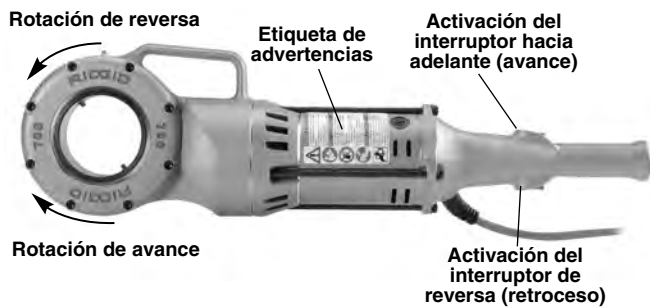
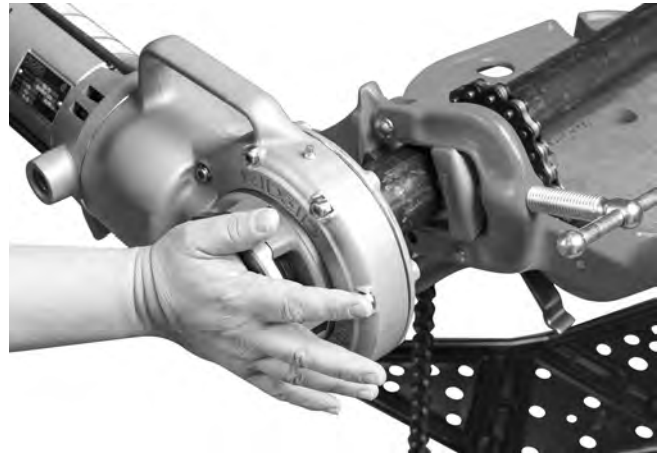

Figura 3 – Posición del interruptor para seleccionar el sentido de la rotación
Figura 8 – Inicio del roscado
- La etiqueta de advertencias está presente y legible (Figura 3).
- Oprima y suelte el interruptor para la rotación de avance (FORWARD) y oprima y suelte para la rotación de retroceso (REVERSE), como se muestra en la Figura 3. Confirme que el accionamiento motorizado gira como se muestra en la Figura 3 y que el interruptor controla el funcionamiento de la máquina.
4. Al mismo tiempo, active el botón interruptor (vea la Figura 3) y empuje contra la tapa del cabezal roscador con la palma de la mano contraria, para iniciar el roscado (Figura 8). No use guantes ni joyas, y no use un paño mientras presiona la tapa del cabezal. Esto aumenta el riesgo de enmarañarse y sufrir una lesión. Una vez que las terrajas hagan contacto con el tubo, se van cortando las roscas a medida que las terrajas se incrustan en el extremo del tubo.